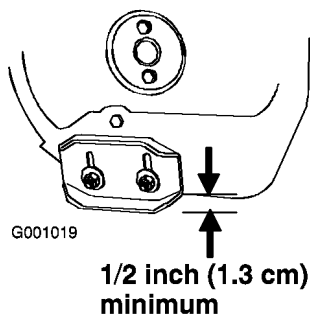

Figura 35
2. Allentate i dadi che fissano entrambe le slitte ai lati della coclea, finché le slitte non scorrono liberamente verso l'alto ed il basso (Figura 35).